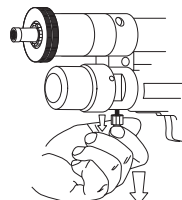

Figura 16
- 3) puxar a porca de protecção para baixo até desbloquear o equipamento (figura 16);